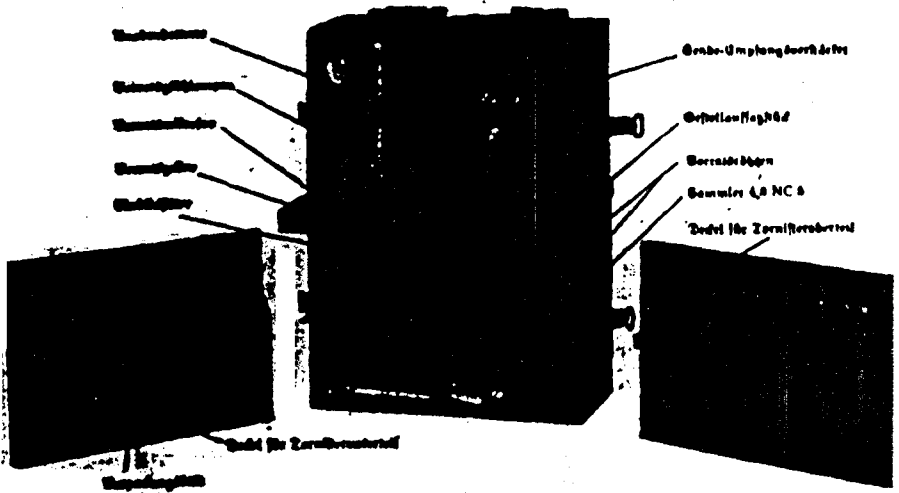

Bild 27
| 6 Glühlampen 4,8 Volt, 4 Watt, justiert | } (Bild 27) |
44. Im Tornister (Bild 27) sind die Verstärkereinrichtung, die Kraftquellen, das Zubehör und die Vorratsteile untergebracht. Der Tornister besteht aus dem Oberteil mit zwei Tragräumen und dem Unterteil mit dem Rückenpolster. Die äußeren Ausmaße der aufeinandergefügten Teile betragen über alles gemessen ohne Rückenpolster etwa $430 \times 325 \times 175$ mm.